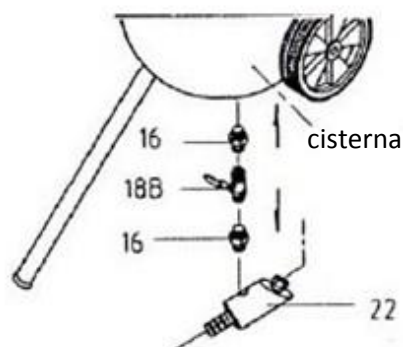

Figura 4
4. Fare riferimento alla Figura 4 per le istruzioni sul montaggio della valvola di scarico della sabbia nel foro situato sul fondo del serbatoio.